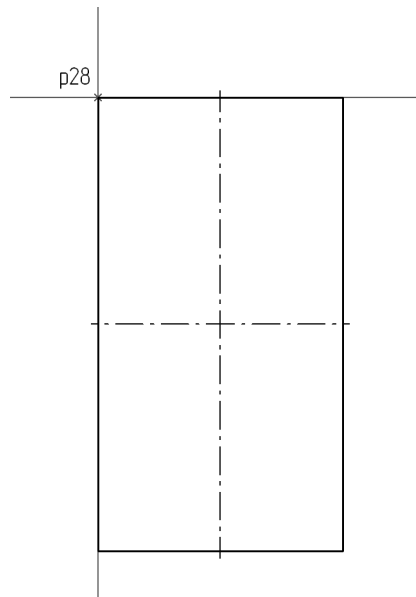

Рис. 51.75.
2. Из полученной точки p28 постройте прямоугольник высотой -260 мм и шириной 140 мм с осями симметрии (рис. 51.75). После построения удалите вспомогательные прямые.